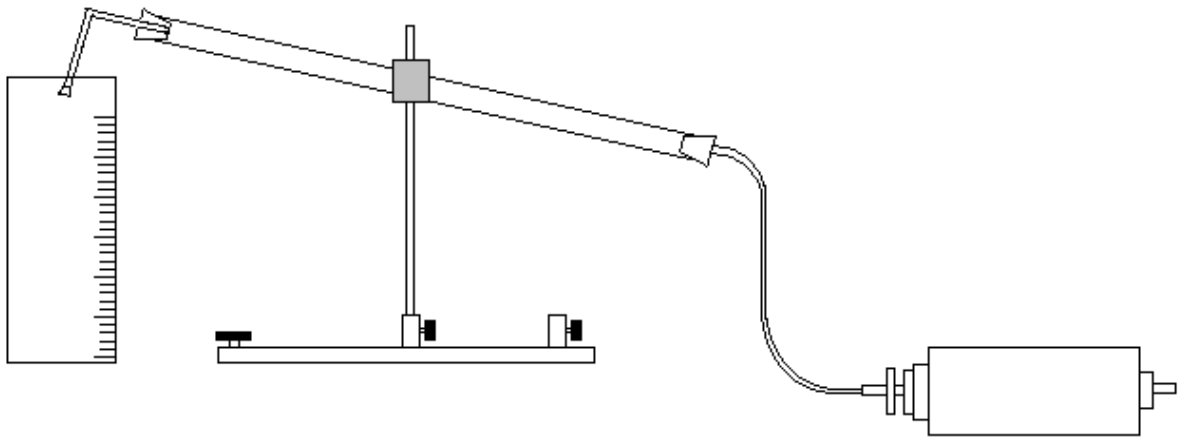

Fig. 1 Détermination du volume de l'air échappé
- Pour déterminer le volume, montez l'expérience comme le montre la fig. 1.